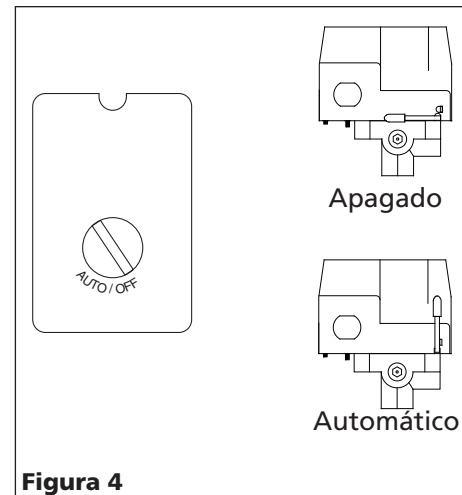

Figura 4
2. Coloque el presostato en OFF (APAGADO) y conecte el cordón eléctrico al tomacorrientes (Vea Figura 4).